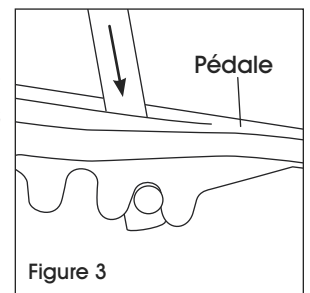

Figure 3
2. Déposez l'extrémité en T à travers la fente ouverte de la pédale et tournez-la pour la verrouiller dans les petites encoches sur le dessous de la pédale. (Voir Figure 3)